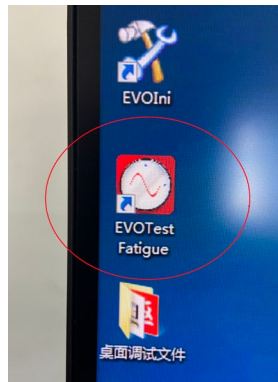

图 12
5.4 电脑主屏幕，打开系统 EV0Test Fatigue（图 12）；